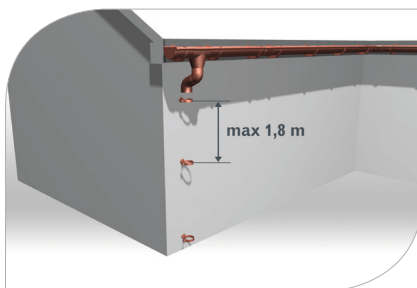

рис. 20
- 5.1 Закрепите дюбеля в фасаде, используя длину, приспособленную к толщине теплоизоляции здания. На дюбеля **вкрутите хомуты, сохраняя между ними расстояние максимум 1,8 м (рис. 20)**